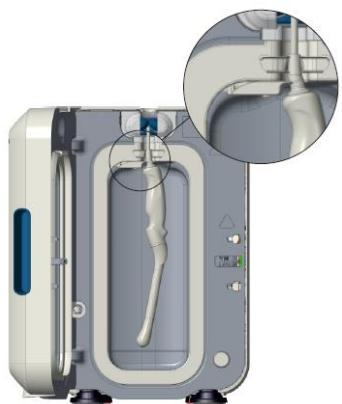

Abbildung 3
- **IPP** Der Integrierte Sondenpositionierer (IPP=Integrated Probe Positioner) von trophon2 ist ein vollständig in das trophon2 integrierter Mechanismus (siehe Abbildung 3 unten), der die Positionierung aller zugelassenen gebogenen Sonden in der trophon2-Klammer verbessert. Informationen zur Verwendung des IPP finden Sie in der Gebrauchsanweisung des trophon2.